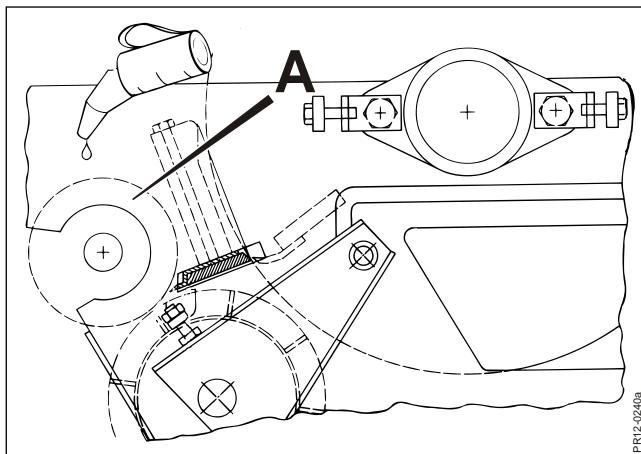

Fig. 7-8
**Fig. 7-8** Den øverste bageste indføringsvalse, glatvalsen **A**, bør sikres mod rustdannelse på overfladen. Står maskinen ubrugt hen i mere end én dag, bør hele overfladen indsmøres med lidt olie.